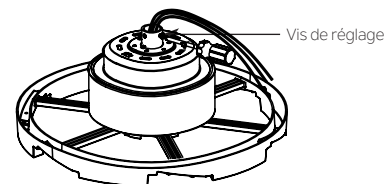

Fig. 9
Étape 4. Desserrer les deux vis de réglage de l'accouplement du moteur.(Fig. 9)